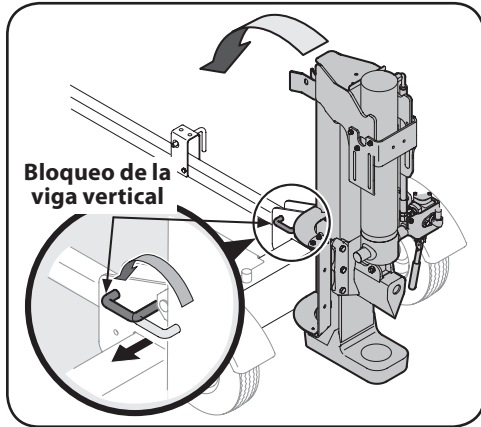

Figura 2-3
- Tire hacia afuera del bloqueo de vigueta vertical, rótelo hacia atrás y gire la vigueta a la posición horizontal hasta que quede trabada, asegurándose de evitar los posibles puntos de apriete. Vea la Figura 2-3.